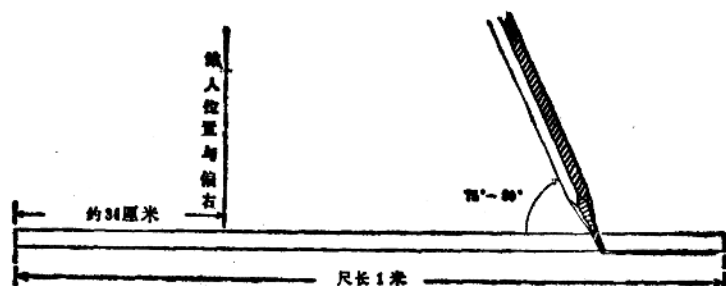

图 1-6
(3) 铅笔的使用方法: 用铅笔沿尺边绘直线时,要使铅芯与尺边在同一垂直平面内,笔杆对纸面保持约75°角,自左向右绘画,绘较长直线时站位要偏右,保持起始握笔姿势,见图1-6。要防止铅芯的转动,尤其是铲形铅芯更不应转动。用铅笔绘曲线时,手指转动要圆滑,用力要轻匀,并经常削修铅笔保持笔尖锐锐,画线方能粗细一致和减少绘图误差的发生。